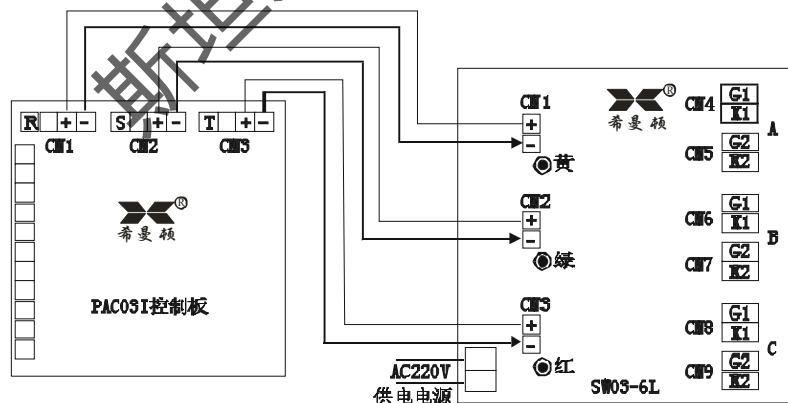

图 12 PAC03I 与 SW03-6L 的电气连接
7.1.3.2: 按图 12 进行接线后，参见 5.3 的内容进行调试。